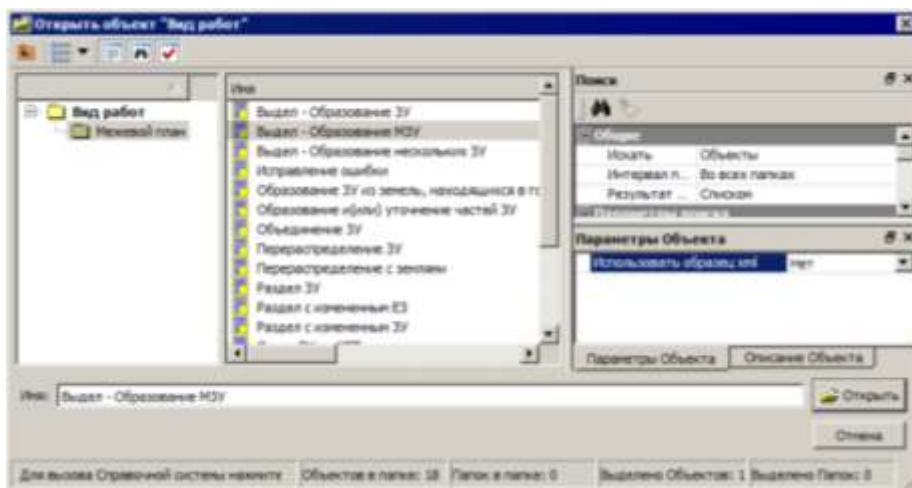

Рисунок 13 – Графическое окно «Вид работ»
4. В окне **Открыть объект «Вид работ»** выберите вид работ *«Выдел - Образование МЗУ»*. В этом же окне в поле **Параметры Объекта** в строке **Использовать образец xml** укажите значение *Нет*. Нажмите кнопку **Открыть** (рис. 13).